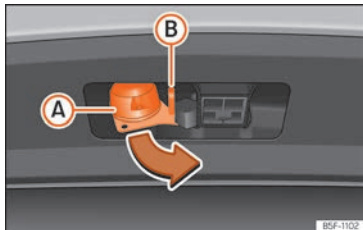

Fig. 259 Girar el conector de 13 contactos
- Agarre el conector por la zona (A) y extráigalo en el sentido de la flecha »» fig. 259.
- Abra la tapa del conector (A) y conecte el remolque »» fig. 259.
- Enganche el cable de retención del remolque en el ojal de seguridad »» fig. 259 (B). Al engancharlo, el cable de retención debe **combarse** en todas las posiciones del remolque frente al vehículo (curvas pronunciadas, marcha atrás, etc.).